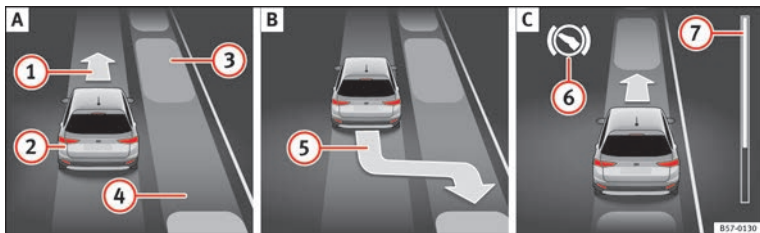
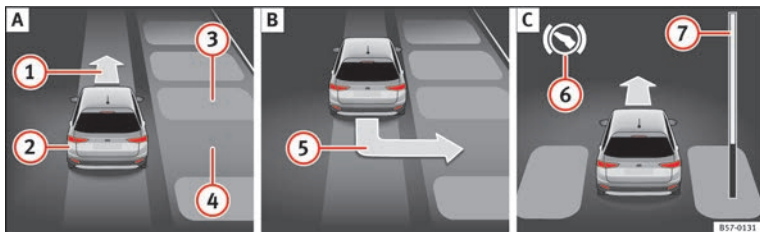

Abb. 215 Im Display des Kombiinstrumentes: parallel zur Fahrbahn einparken. **A** Parklücke suchen. **B** Position zum Einparken. **C** Rangieren.
Abb. 216 Im Display des Kombiinstrumentes: quer zur Fahrbahn einparken. **A** Parklücke suchen. **B** Position zum Einparken. **C** Rangieren.
Legende zu **Abb. 215** und **Abb. 216**:
» **Abb. 215** ⑦ bzw. » **Abb. 216** ⑦ im Display des Kombiinstrumentes zeigt symbolisch die noch zu fahrende relative Distanz an. Je länger die Distanz ist, desto größer ist der Füllstand des Fortschrittsbalkens. Bei Vorwärtsfahrt nimmt die Füllung des Fortschritts-
2.	Beachten Sie auf der Anzeige im Display des Kombiinstruments, ob die Parklücke als „geeignet“ erkannt und die richtige Position zum Einparken erreicht wurde » Abb. 215 [B] bzw. » Abb. 216 [B] .
6.	Fahren Sie rückwärts, bis das Dauertonsignal des ParkPilot ertönt. ODER: fahren Sie rückwärts, bis im Kombiinstrument die Anzeige zum Vorwärtsfahren erscheint » Abb. 215 [A] 1 oder » Abb. 216 [A] 1 .
Der Parklenkassistent lenkt das Fahrzeug so lange beim Vorwärts- und Rückwärtsfahren, bis das Fahrzeug gerade in der Parklücke steht » Abb. 215 [C] bzw. » Abb. 216 [C] .